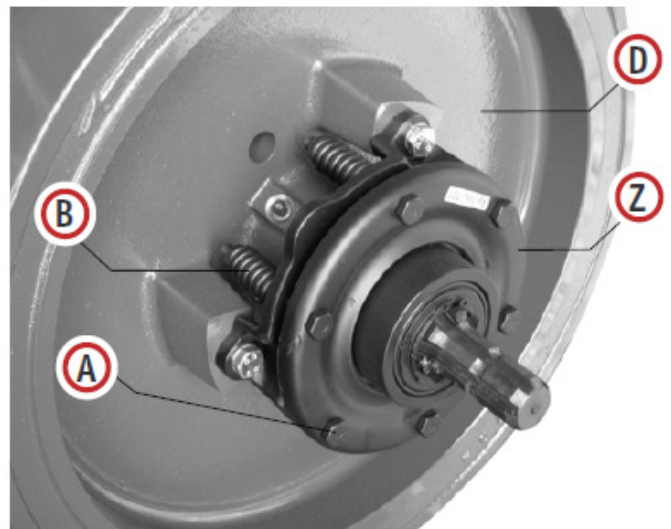

Fig.1
El embrague (Z) en el volante (D) ha sido calibrado en nuestra fábrica. En caso de varios deslizamientos debido a una sobrecarga de trabajo, puede desgastarse y por lo tanto, una nueva calibración debe realizarse atornillando todos los pernos (A) de los resortes (B) (Fig. 1) de forma uniforme durante una cuarta vuelta.